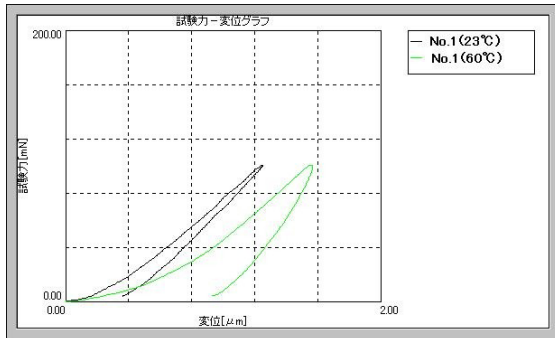
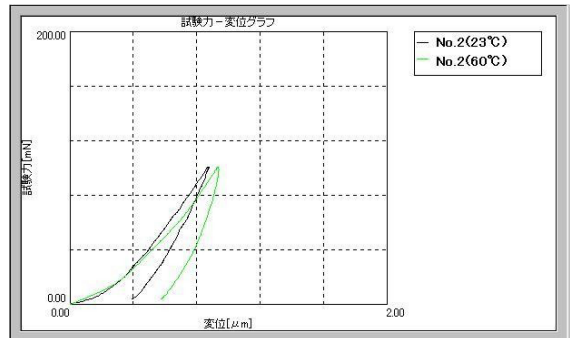
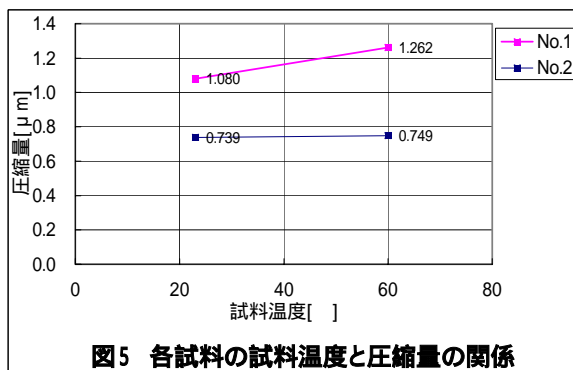
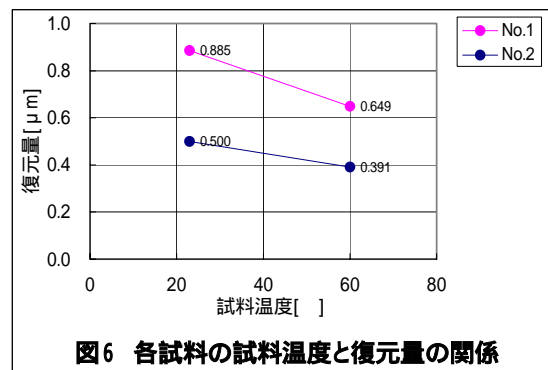

図3 試験力 変位グラフ(試料番号 No.1)
図4 試験力 変位グラフ(試料番号 No.2)
図5 各試料の試料温度と圧縮量の関係
図6 各試料の試料温度と復元量の関係
1) 試験力 100mN で試験した試験力 変位グラフを図3(試料番号 No.1)と図4(試料番号 No.2) に、結果のまとめ (平均値) を表1と図5、図6に示します。
2) 表1と図5、図6の圧縮量・復元量より、加熱温度が高くなると圧縮量が高く、復元量は低くなる傾向が見られます。また、試料番号 No.2 は圧縮量にあまり変化がありませんが、No.1 は変化が大きくなっています。